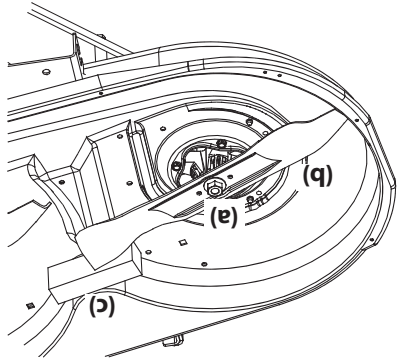

Figure 4-17
- Avec une clé de 15/16es de po, tenez l'écrou à six pans sur le haut de la fusée en desserrant l'écrou à six pans (a) qui retient la lame (b). Une cale en bois peut être placée entre l'habillage du plateau de coupe et le tranchant de la lame (b) pour dégager l'écrou à six pans (a) qui retient la lame. Voir la Figure 4-17.